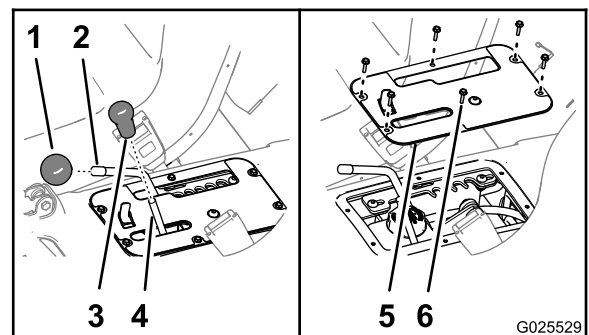

Figura 60
1. Retire os manípulos da alavanca de elevação hidráulica e da alavanca da velocidade (Figura 60).
2. Remova os 6 parafusos de anilha sextavados (n.º 10 x ¾ pol.) que prendem a placa da cobertura do controlo à base do banco e retire a placa (Figura 60).
6. Alinhe os orifícios na placa da cobertura de controlo com os orifícios na base do banco (Figura 60).
7. Fixe a placa à base com os 6 parafusos de anilha sextavados (Figura 60) que retirou no passo 2.
8. Enrosque os manípulos nas hastes para a alavanca de elevação hidráulica e a alavanca da velocidade (Figura 60).
2. Retire os manípulos da alavanca de elevação hidráulica e da alavanca da velocidade (Figura 60).
3. Remova os 6 parafusos de anilha sextavados (n.º 10 x ¾ pol.) que prendem a placa da cobertura do controlo à base do banco e retire a placa (Figura 60).
- Alinhe os orifícios na placa da cobertura de controlo com os orifícios na base do banco (Figura 60).
- Fixe a placa à base com os 6 parafusos de anilha sextavados (Figura 60) que retirou no passo 3.
- Enrosque os manípulos nas hastes para a alavanca de elevação hidráulica e a alavanca da velocidade (Figura 60).